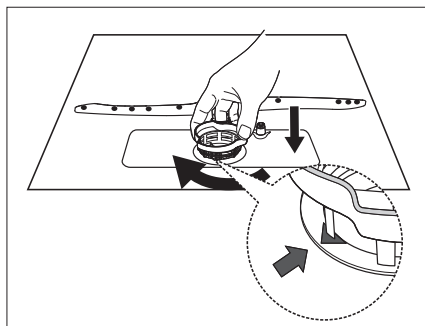

Fig. 21
- Pour remettre le système de filtrage en place, procédez dans l'ordre inverse. (voir **fig. 21**)